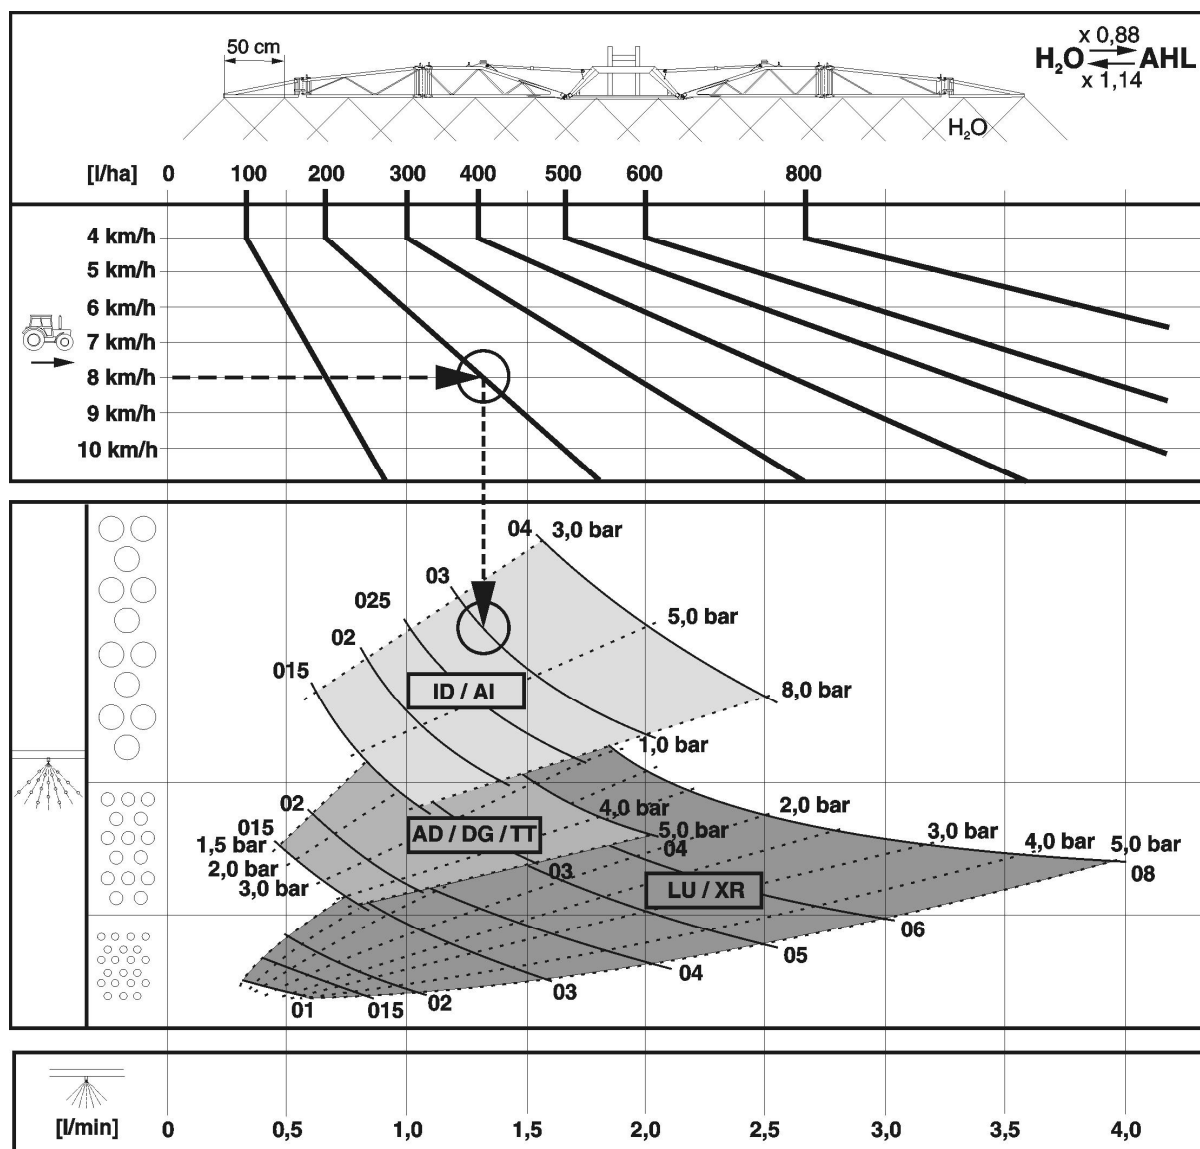

Fig. 167
- Fig. 167 anvendes til at finde den egnede dysetype. Dysetypen skal bestemmes ud fra